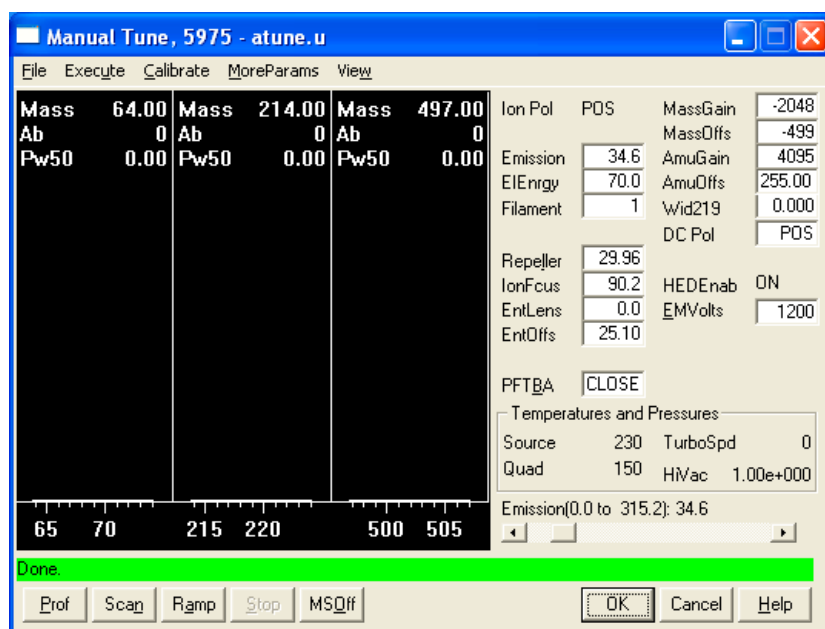

Рис. 13 Параметры настройки.
- 1 В режиме просмотра Instrument Control (управление прибором) выберите **Edit Tune Parameters** (изменить параметры настройки) в меню Instrument (прибор) (**Рис. 13**).